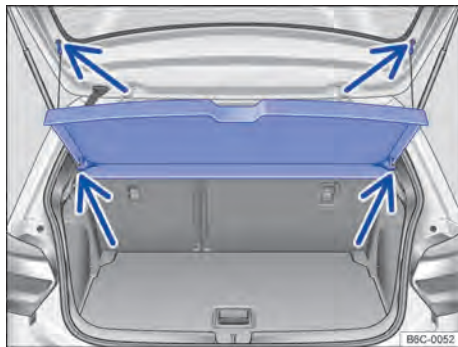

Fig. 151 No compartimento de bagagem: remover e instalar a cobertura do compartimento de bagagem.
- Desprender os cordões de retenção do suporte da tampa traseira → Fig. 151 (setas superiores).
- Retirar a cobertura do compartimento de bagagem por trás, para fora dos suportes laterais → Fig. 151 (setas inferiores).
- Empurrar a cobertura do compartimento de bagagem para a frente, introduzindo-a nos suportes laterais → Fig. 151 (setas inferiores).
- Encaixar os cordões de retenção na tampa traseira → Fig. 151 (setas superiores).